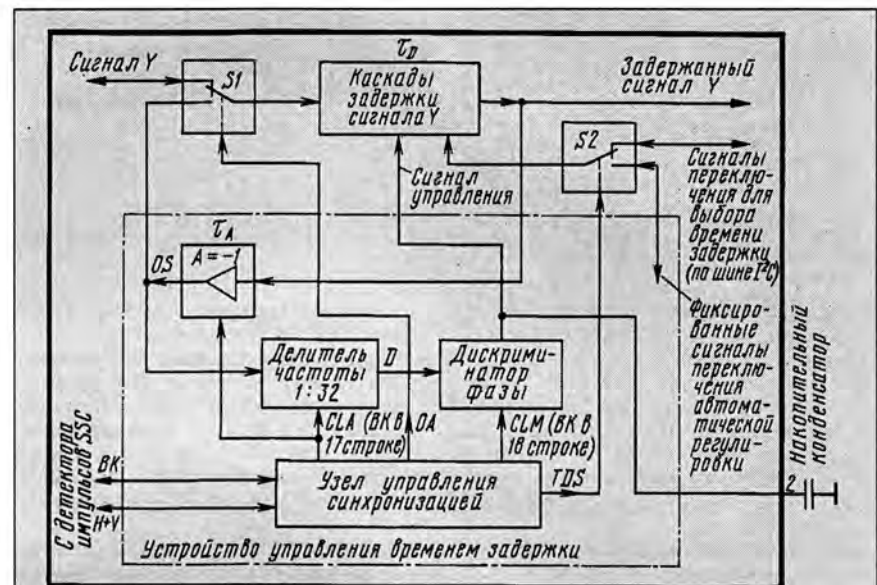
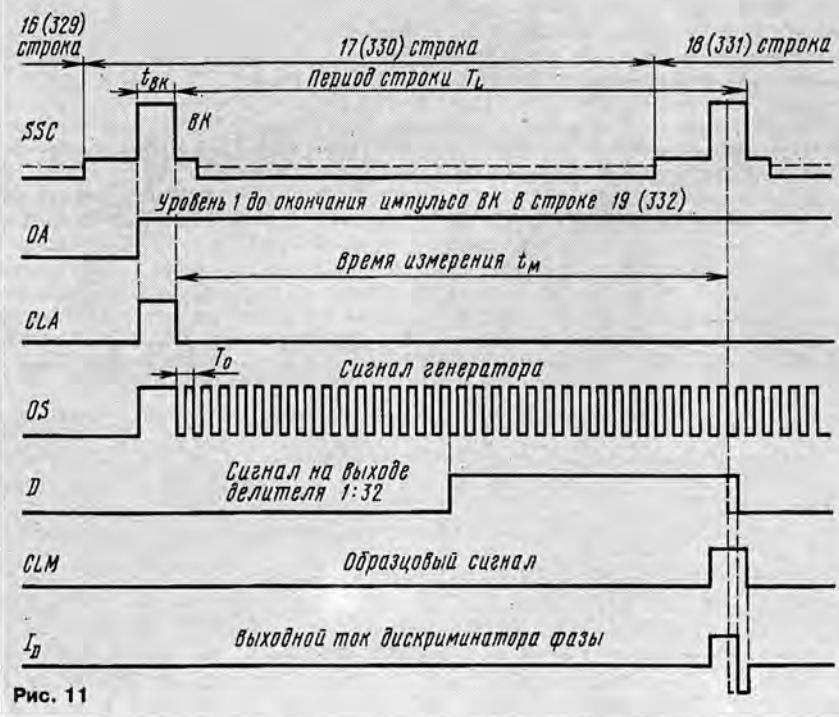

Рис. 10
Рис. 11
держки сигнала яркости в микросхеме TDA4670 обеспечивается изменением постоянных токов через транзисторы. Их регулирует одновременно петля автоматической регулировки, которая сравнивает реальную задержку сигнала яркости с номинальным значением. В зависимости от их разницы формируется сигнал управления, стремящийся свести эту разность к нулю. Автоматическая регулировка происходит во время специальных строк кадрового гасящего интервала, когда сигнал изображения не передается. Работа устройства управления временем задержки проиллюстрирована рис. 10 и 11.
Для регулировки реальной задержки сигнала яркости создана петля обратной связи, которая для получения генератора включает в себя усилитель с коэффициентом передачи $A=-1$ (рис. 10). Выходной сигнал усилителя представляет собой сигнал генератора прямоугольной формы OS (рис. 11). Его период T_0 равен удвоенному значению времени задержки τ_0 плюс небольшая дополнительная задержка в усилителе τ_d (она равна 13,75 нс). Следовательно, $T_0=2(\tau_0+\tau_d)$. Коэффициент 2 в формуле объясняется инверсией сигнала после усиления.
Показанный на рис. 10 переключатель S2 позволяет выбирать каскады задержки при автоматической регулировке. При этом управление по шине I²C не происходит. Переключатель включается выходным сигналом управления синхронизацией TDS, полученным от импульса BK сигнала цветовой синхронизации в 8-й или 321-й строке. Новый уровень черного фиксируется в каскадах задержки на восьми строках (9—16 или 322—329) после фронта сигнала TDS.
Автоматическая регулировка начинается во время строки 17 (330), когда переключатель S1 (см. рис. 10) включается
фронтом сигнала OA (рис. 11). Одновременно сигнал CLA, воздействуя на делитель частоты 1:32 и усилитель обратной связи, устанавливает нужную фазу сигнала генератора в начале времени измерения t_m . Фаза сигнала D на выходе делителя сравнивается в дискриминаторе с фазой образцового сигнала CLM (он идентичен сигналу CLA, но импульсы BK в нем находятся в строках 18 или 331). Фаза спада сигнала D по отношению к середине образцового сигнала CLM определяет полярность выходного тока дискриминатора фазы I_D . Когда спад сигнала D совпадает с серединой сигнала CLM (на рис. 11 показано штриховой линией), среднее значение тока I_D равно нулю, так
как его положительная и отрицательная части равны. Если спад сигнала D отстает от середины сигнала CLM, среднее значение тока I_D положительно, так как его положительная часть преобладает над отрицательной (на рис. 11 показано сплошной линией).
После этого спад импульса ВК сигнала цветовой синхронизации строки 19(332) или спад сигнала ОА (см. рис. 10) переключает переключатель S1, а сигнал TDS вновь переключает переключатель S2 в режим выбора времени задержки через шину I²C.